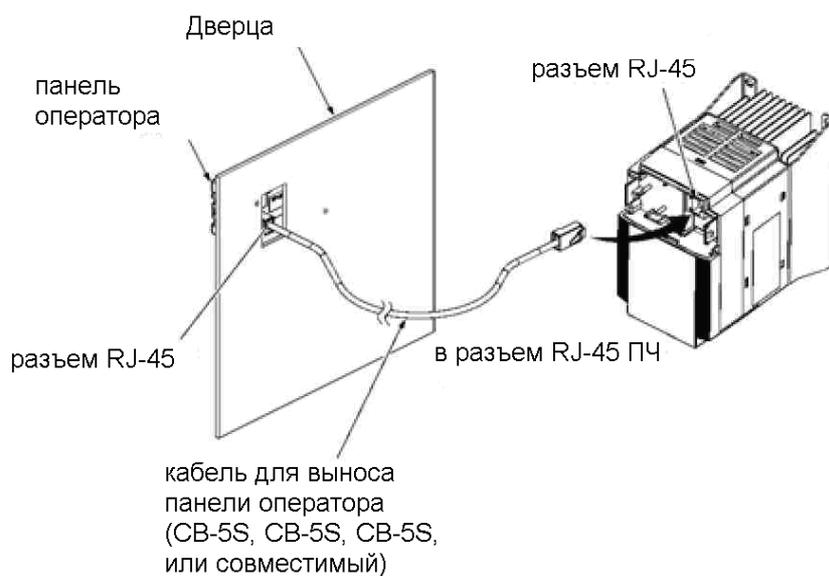

Рисунок 2.29 Подключения удлинительного кабеля
- ⑤ Присоедините кабель (CB-5S, CB-3S или CB-1S) или изготовленный самостоятельно удлинитель к разъемам RJ-45 на панели оператора и на ПЧ (Рисунок 2.29).